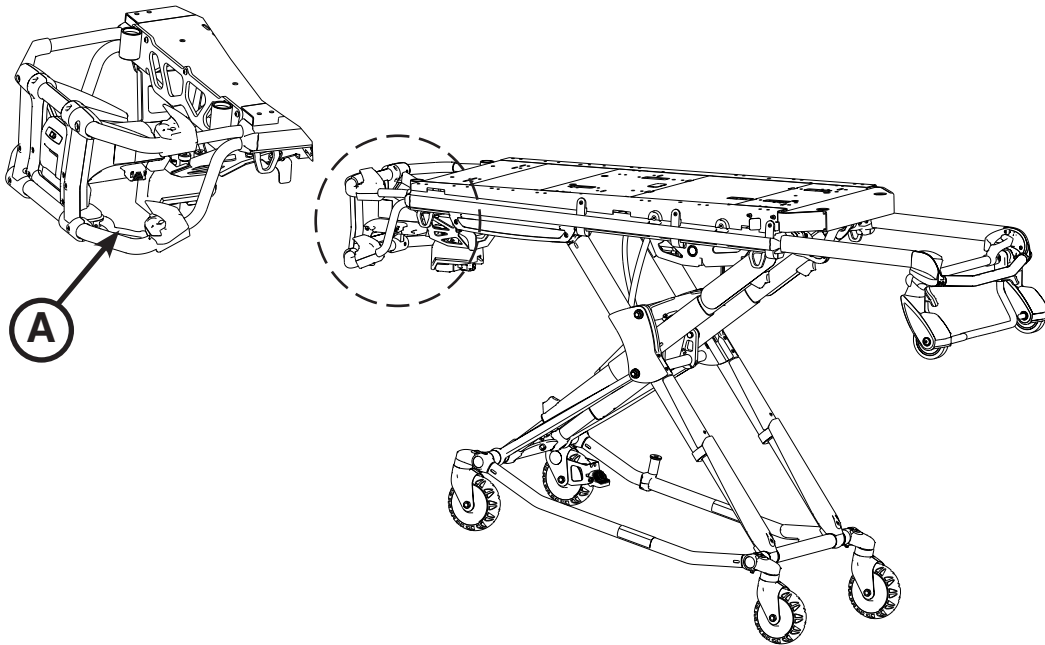

Figura 24: Manija de desbloqueo manual de seguridad
La manija **roja** de desbloqueo manual de seguridad (A) está situada en la parte izquierda de la barra inferior de elevación en el extremo inferior de la camilla tal como se muestra en la Figura 24.